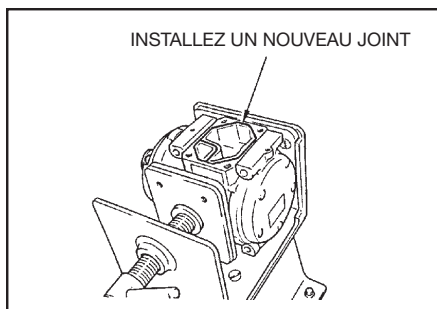

fig. 2
- Retirez le ou les joints toriques neufs du sachet en plastique (accompagnant le compresseur) et posez-les dans les rainures du compresseur. (Voir fig. 2)